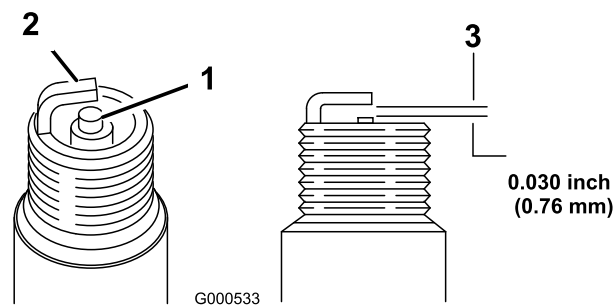

Figura 23
5. Fije el hueco entre los electrodos en 0,76 mm (0,030 pulg.) (Figura 23).